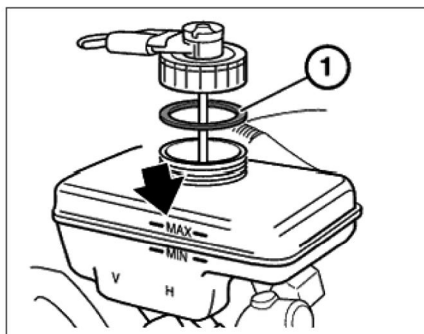

Рис. 2.39. Бачок
- Аналогичным образом заменить тормозную жидкость в гидросистеме управления сцеплением. Проверить уровень тормозной жидкости. При необходимости долить/откачать жидкость до отметки «MAX» (рис. 2.39) и закрыть бачок.